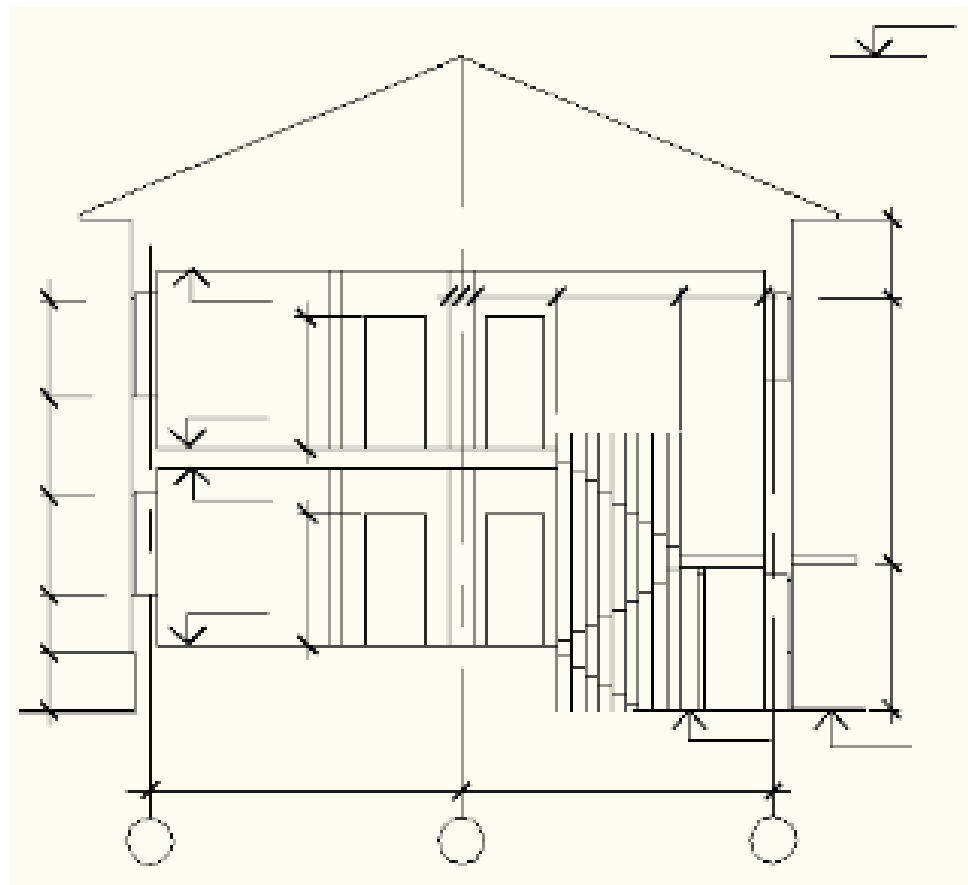

Рис. 2.31. Третій етап креслення розрізу будівлі
– намічають в зовнішніх і внутрішніх стінах і перегородках віконні та дверні прорізи, а також видимі дверні отвори та інші елементи, розташовані за січною площиною, рисунок 2.31. Проводять виносні і розмірні лінії, кола для маркування координаційних осей та знаки для проставлення висотних відміток. Виконують розбивку сходових маршів;